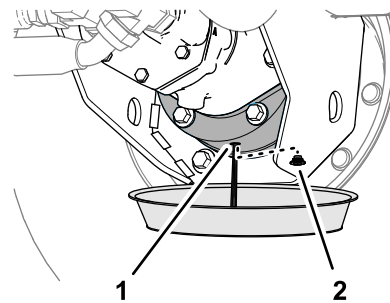

Figure 90
6. Placez un bac de vidange sous le carter de frein, enlevez le bouchon de vidange et vidangez toute l'huile (Figure 90).